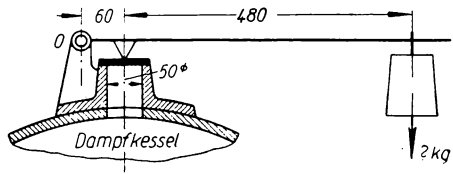

Bild 112
**251.** Das Sicherheitsventil (Bild 112) von 50 mm lichtem Ventildurchmesser soll bei 12 at Dampfdruck abblasen.